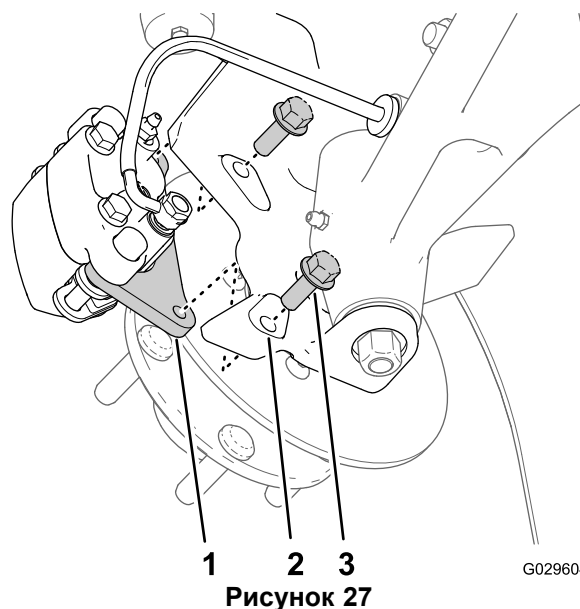
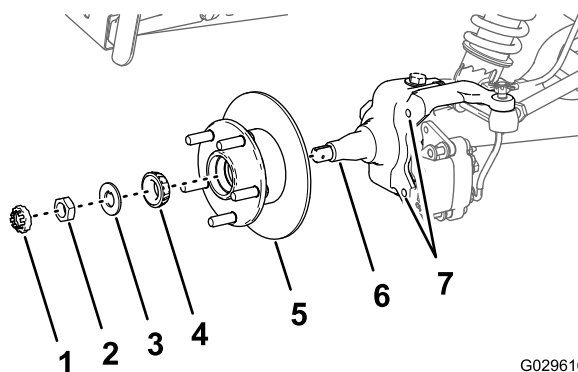

Рисунок 27
Рисунок 31
3. Выверните болты с фланцевыми головками (3/8 x 1 дюйм), которые крепят кронштейн тормоза в сборе к шпинделю, и отделите тормоз от шпинделя (Рисунок 27).
1. Нанесите тонкий слой консистентной смазки указанного типа на шпindelь (Рисунок 31).
2. Установите ступицу и ротор на шпindelь так, чтобы ротор был внутри (Рисунок 31).
3. Установите наружный подшипник на шпindelь и в наружное кольцо (Рисунок 31).
4. Установите стопорную шайбу на шпindelь (Рисунок 31).
5. Наверните гайку шпинделя на шпindelь и затяните гайку, поворачивая ступицу (Рисунок 31).
2. Совместите тормозные колодки с обеих сторон ротора (Рисунок 27) и отверстия в кронштейне суппорта с отверстиями в креплении тормоза на шпиндельной бабке (Рисунок 31).
3. Установите кронштейн суппорта на шпиндельную бабку (Рисунок 27) при помощи 2 болтов с фланцевыми головками (3/8 x 1 дюйм) и затяните болты с моментом от 47 до 54 Н·см.